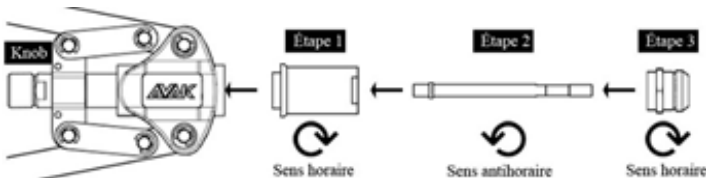

Figura 2: Instalación de accesorios para colocar tuercas/pernos remachables
2. Instale los accesorios según se ilustra en la Figura 2. Fije los accesorios aplicando una rotación correcta según la ilustración que aparece debajo de cada accesorio. Sostenga la perilla al fijar el mandril.